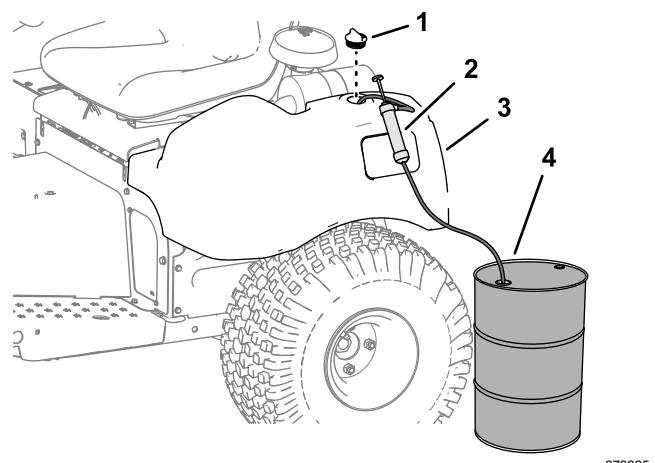

Figura 43
1. Retire el tapón del depósito hidráulico (Figura 43).
2. Bombee el fluido hidráulico del depósito hidráulico (Figura 43).